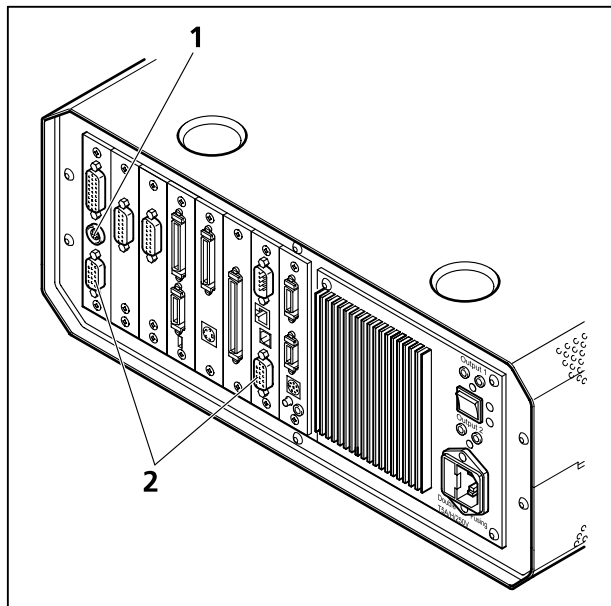
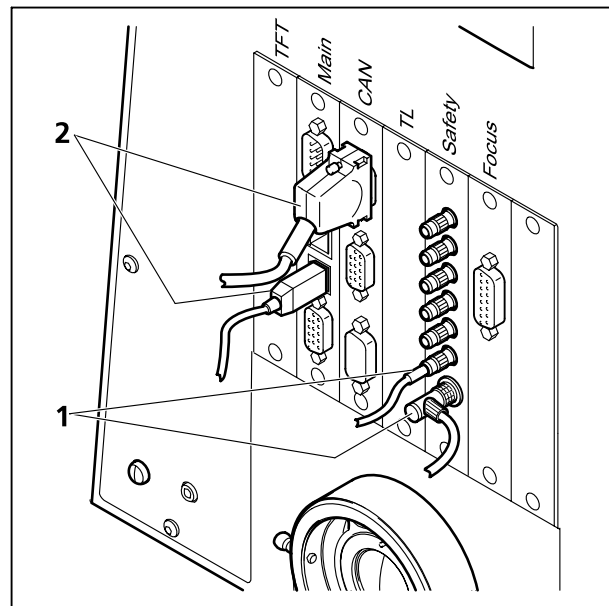
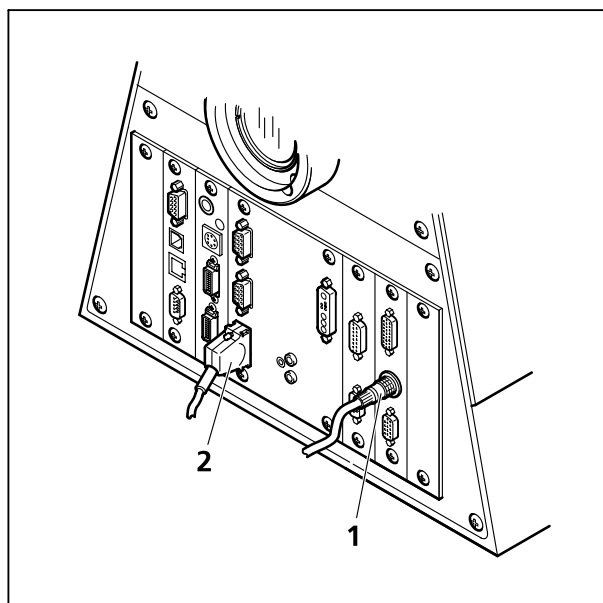

Fig. 1-32 Caja electrónica del Axio Examiner con conector principal a la interfaz de seguridad (1)
Fig. 1-33 Conector desde el Axio Imager.Z2 a la interfaz de seguridad (1) y la parte electrónica (2)
Fig. 1-34 Conector desde el Axio Observer.Z1 a la interfaz de seguridad (1) y la parte electrónica (2)
1. El conector que une el microscopio con la interfaz de seguridad del sistema se encuentra o en la caja de seguridad (Safety-Box) adicional (Axio Examiner, Fig. 1-32/1) o en el lado posterior del microscopio (Axio Observer.Z1 o Axio Imager.Z2; Fig. 1-33/1 y Fig. 1-34/1). Una vez cambiado el módulo de barrido, hay que sacar este conector del microscopio no utilizado para enchufarlo en el microscopio a usar.
2. La conexión principal desde el microscopio a la electrónica es realizada en el lado posterior del módulo electrónico. Las conexiones correspondientes en los microscopios pueden verse en la Fig. 1-32/**2**, la Fig. 1-33/**2** y la Fig. 1-34/**2**.